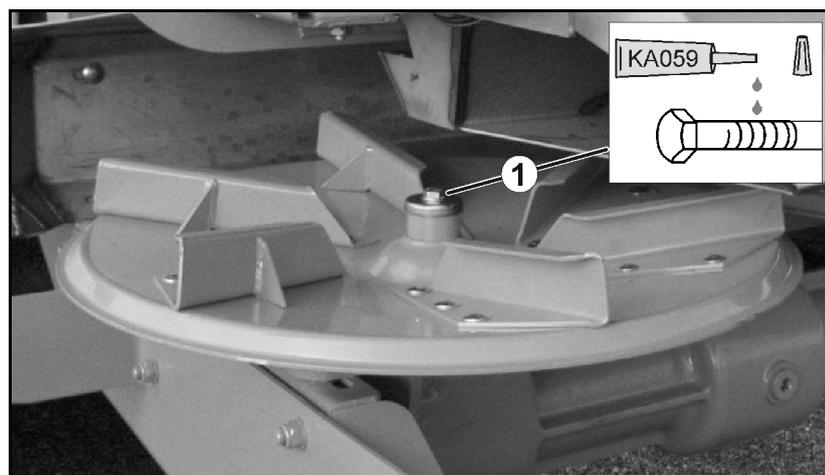

Fig. 106
1. Sechskant-Schraube M10 (Fig. 106/1) lösen.